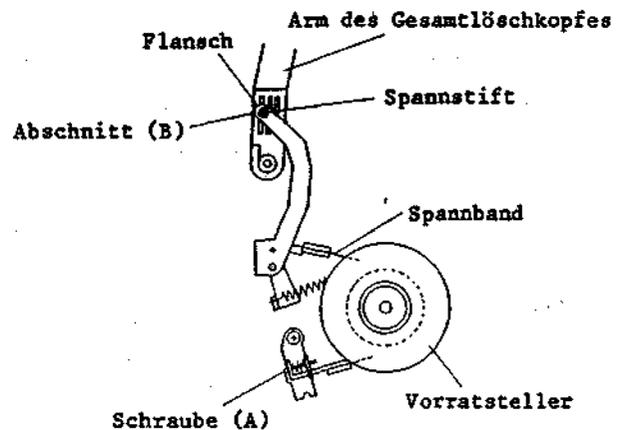

Abb. 3-7
6-1 Einstellung der Spannstift-Position/Spannung (Abb. 3-7)
- 2) Die Schraube (A) so einstellen, daß der Abschnitt B (auf dem Arm des Gesamtlöschkopfes) gemäß Abb. 3-7 mit dem Spannstiftflansch am Beginn des Bandes ausgerichtet ist.